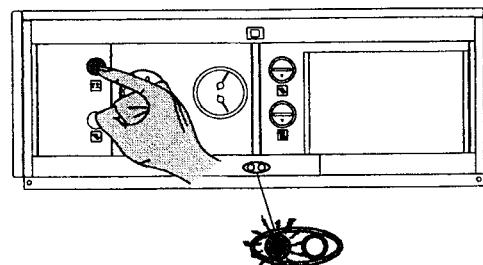

Рис. 4.4
- нажмите выключатель на панели управления котла и убедитесь, что загорелся зеленый индикатор (рис. 4.4).